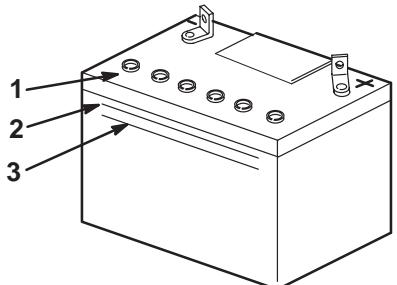

Figure 71
- Observez le côté de la batterie. Le niveau de l'électrolyte doit atteindre le trait **supérieur** (Fig. 71). Ne laissez pas l'électrolyte descendre en dessous du trait **inférieur** (Fig. 71).
3. Enlevez les bouchons d'aération de la batterie (Fig. 71).
4. Versez lentement de l'eau distillée dans chaque élément jusqu'au trait **supérieur** (Fig. 71) sur le côté de la batterie.
5. Attendez cinq à dix minutes après avoir rempli les éléments. Ajoutez de l'eau distillée au besoin, pour amener le niveau au repère **supérieur** (Fig. 71) sur le côté de la batterie.